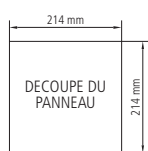

FIG.4
- Faire un trou dans le panneau aux dimensions données. (Fig. 4)